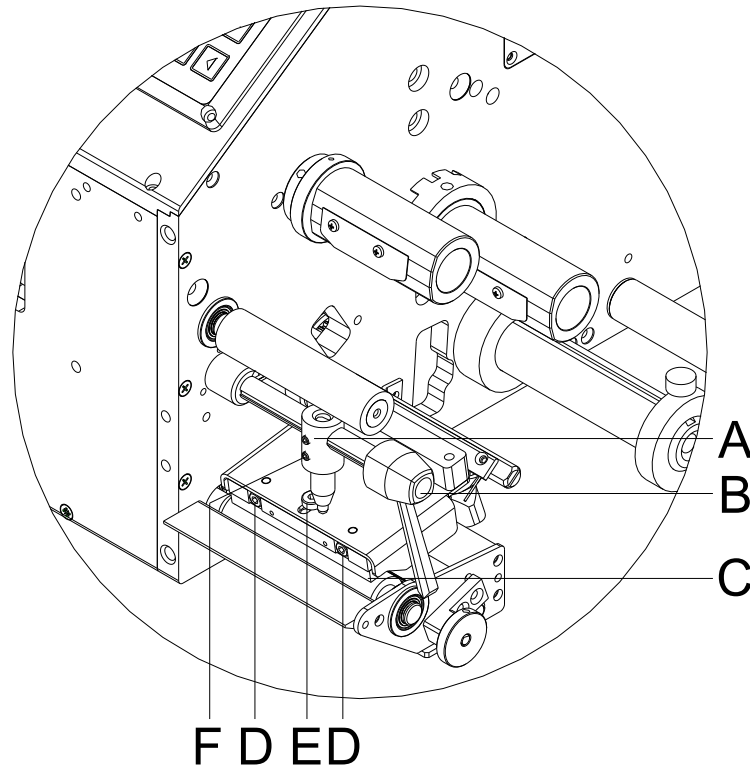

Figure 20
1. Desserrer la vis de fixation (E, Figure 20) avec un tournevis environ $\frac{1}{4}$ tours.
2. Régler le parallélisme avec les vis (D, Figure 20).
4. Serrer encore la vis de fixation (E, Figure 20).
1. Tourner la vis (F, Figure 20) pour modifier la pression de la tête.
3. La tête d'impression est pressée avec un poussoir (A, Figure 20). La position du poussoir droite doit être réglée sur la largeur du matériau à étiquettes utilisé pour: